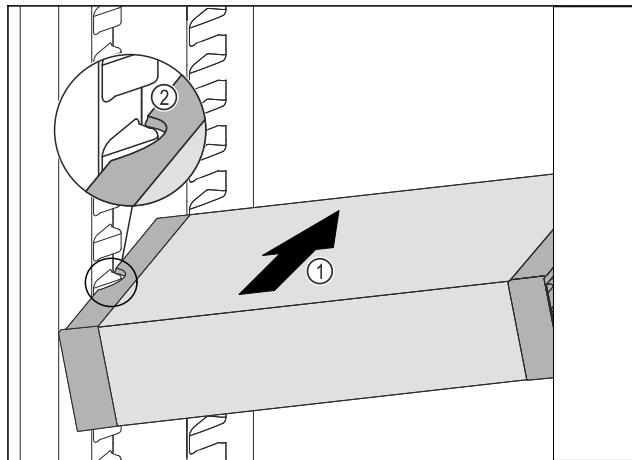

Fig. 114
- Вдвигайте VarioSafe под наклоном в холодильное отделение Fig. 114 (1), пока боковые выемки Fig. 114 (2) VarioSafe не окажутся на высоте выступа резервуара в холодильном отделении.